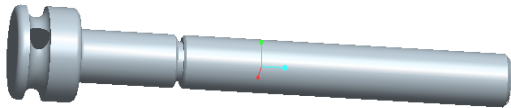

図 12-40 M11 連結ボルト
- 4) バイスアセンブリの構成部品ファイルを開く。M11 連結ボルト ファイルを開く (図 12-40) に示す。